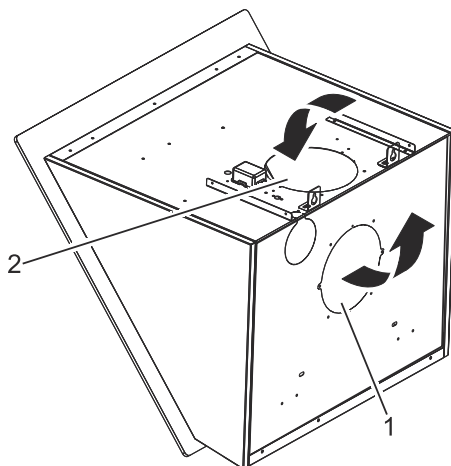

Fig. 16: Rotér motoren.
2. ➔ Tryk eller slå forsigtigt på det forskårne bagplade for at knække det ud. (Fig. 16/1).
4. ➔ Brug den knækkede plade til at lukke hullet af i toppen, med det medfølgende 2 skruer (Fig. 16/2).
Kontakt os for spørgsmål (Fig. 16).